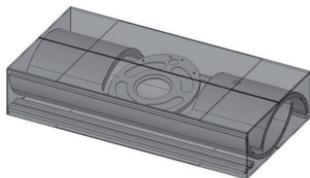

FIG. 3 - IMBALLO FIANCHI E TOP
- Una scatola di cartone contenente il top e i fianchi Fig.3 (la scatola verrà imballata nel bancale dei refrattari).